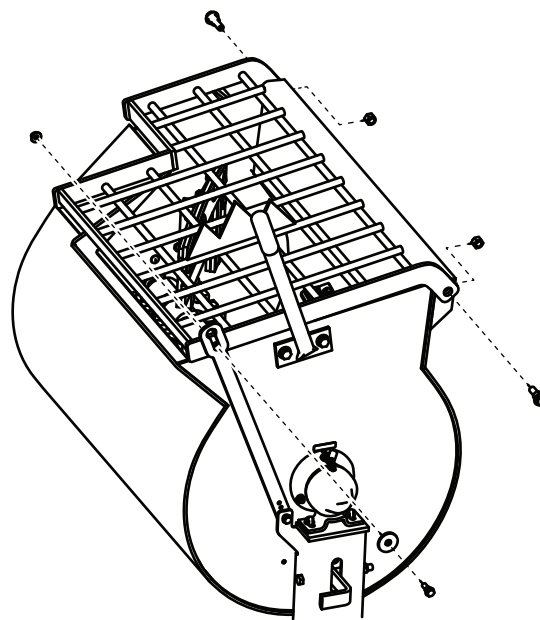

Figure 35
3. Retirez les écrous et boulons qui fixent la grille à la cuve, et déposez la grille (Figure 35).